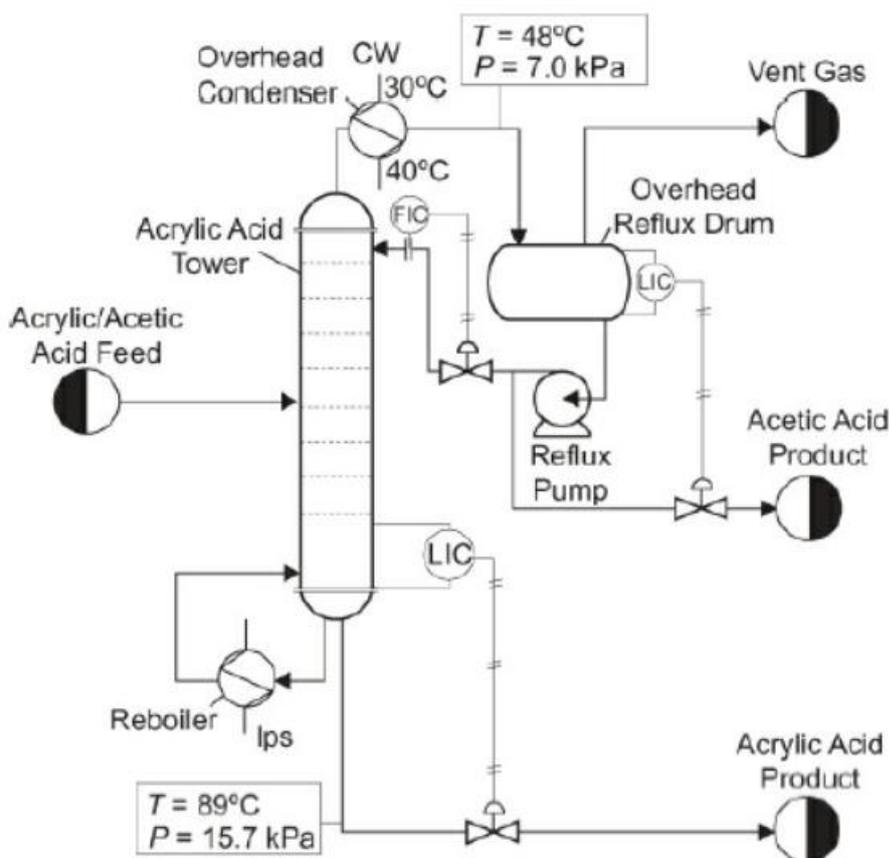

Figura 14: Diagrama de flujo de proceso para torre de separación de ácido acrílico.
10. Diseñe un sistema ejetor de vapor para la torre de destilación de ácido acrílico mostrado en la Figura 14. Dispone de vapor a 180°C y 1000 kPa , y la corriente de aire de sale del sistema (*vent gas*) debe ser entregado en el límite de batería a una presión de 120 kPa . El diseño debe considerar: